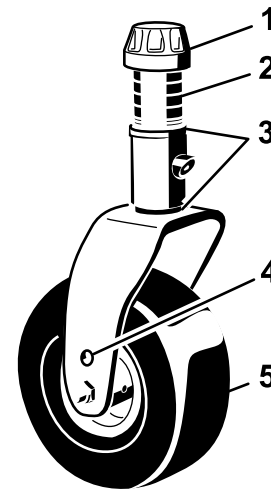

Bild 16
3. Entfernen Sie die Spannkappe von der Spindelwelle (Bild 16) und ziehen die Spindel aus dem Laufradarm heraus. Ziehen Sie zwei Beilagscheiben (3 mm) so auf die Spindelwelle, wie sie ursprünglich montiert waren. Diese Beilagscheiben sind erforderlich, um alle Mähwerke über die Breite auf ein Niveau zu bringen. Ziehen Sie die erforderliche Anzahl von 13-mm-Distanzstücken (siehe die nachstehende Tabelle) auf die Spindelwelle, um die